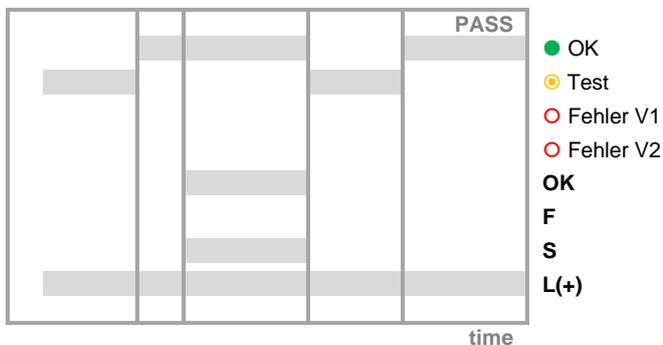
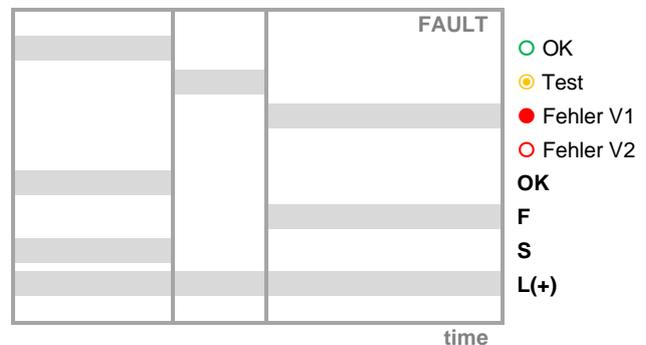

Abb.14
Abb.15
Das Gerät wird durch Anlegen einer Spannung an Klemme 3 eingeschaltet. Der Prüfzyklus wird automatisch gestartet, ohne auf das Startsignal (S) zu warten. Bei dichten Ventilen wird die grüne LED4 eingeschaltet, aber das OK-Signal wird dem Brennersteuergerät nicht zugeführt, solange es das Startsignal nicht erhält (Abb.14). Nach Beendigung des Brennerarbeitszyklus wird das Startsignal abgeschaltet und das Gerät startet sofort einen neuen Prüfzyklus. Wird eine Leckage am Ventil V1 oder V2 festgestellt, schaltet sich die zugehörige rote LED5/6 ein und die Störmeldung (F) wird der Brennersteuerung zugeführt (Abb.15).